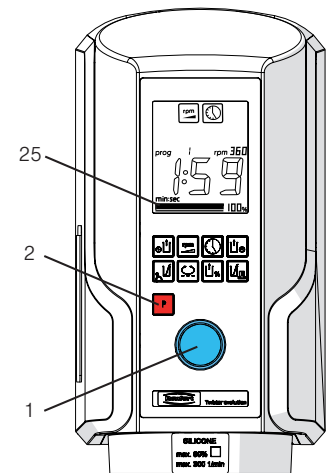

図. 8
6. カップ (15) を装置に取り付けて下さい。
- 容器が独りで吸い付き、バキュームのバー表示が半分を超えてから、スタートします (25, 図. 8) !